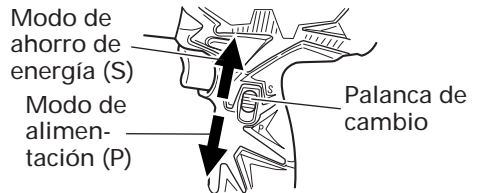

Fig. 20
(2) Como se muestra en la Fig. 20, se ajusta el modo de alimentación (P) cuando la palanca de cambio está colocada hacia abajo. Y, cuando está colocada hacia arriba, se ajusta el modo de ahorro de energía (S).